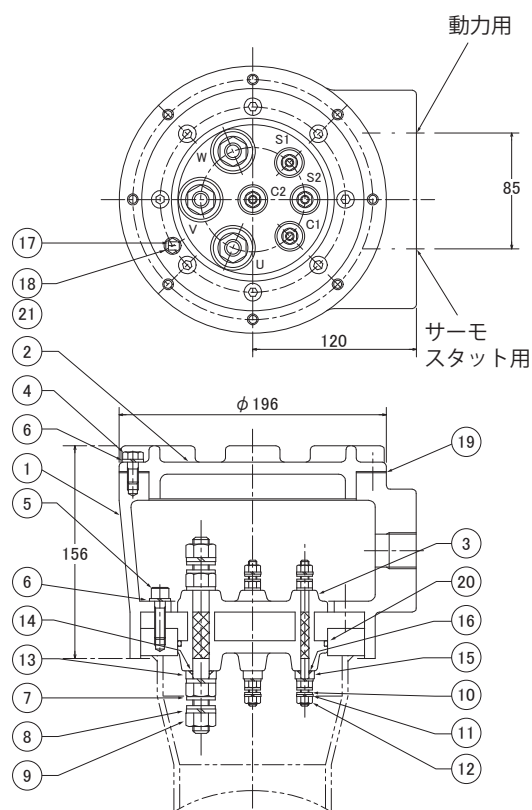

図 2-11 耐圧防爆端子箱
ターミナル組立③は絶対に外さないでください。ボルト⑤はゆるめないでください。(図2-10、図2-11 参照)